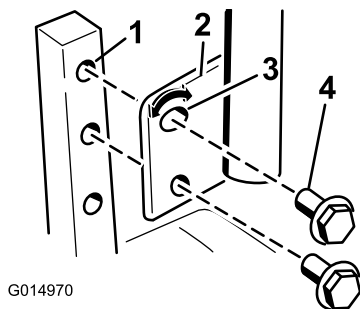

Figura 22
1. Togliete i due bulloni che fissano la leva di comando all'albero del braccio di controllo (Figura 22).
2. Spostate la leva di comando nella serie di fori successiva. Fissate la leva con i due bulloni (Figura 22)
2. Allentate il bullone inferiore appena a sufficienza per ruotare la leva di controllo in avanti o all'indietro (Figura 22). Serrate entrambi i bulloni per fissare il controllo nella nuova posizione.